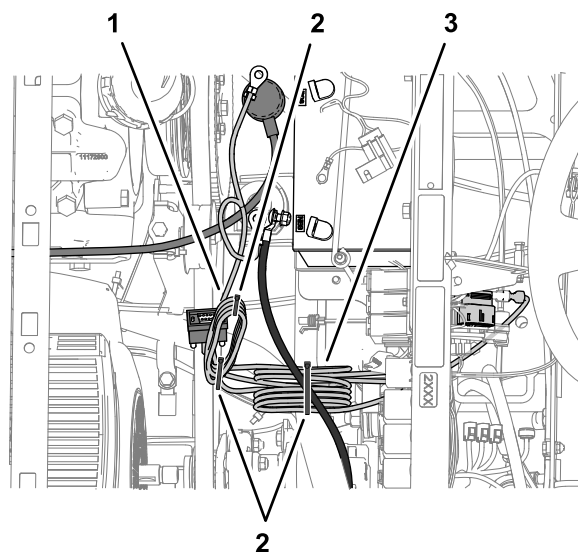

Figura 188
6. Cerca del bloque de fusibles, recoja el arnés de alimentación del módem en el conector de 9 pines marcado RS232, y sujete el arnés con 2 bridas, como se muestra en la Figura 188.
7. Enrolle el arnés de alimentación del módem en el cable negativo de la batería, y ate el mazo al cable de la batería con una brida, como se muestra en la Figura 188.